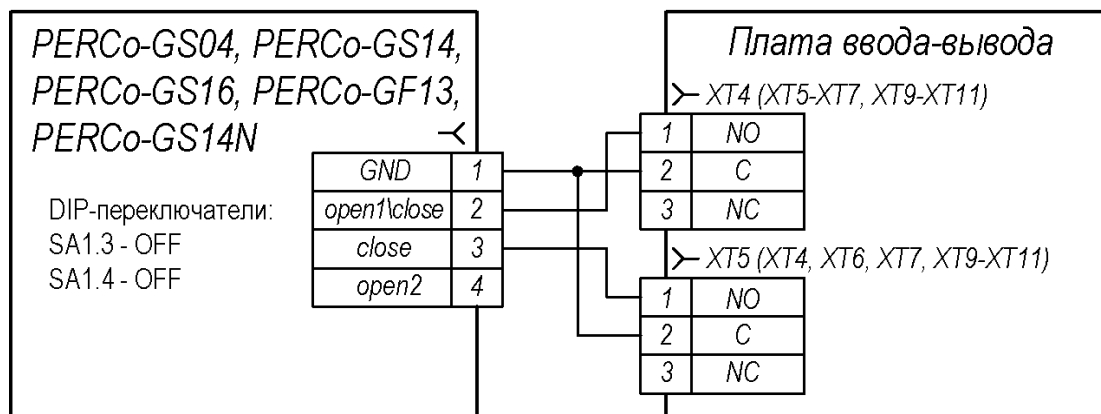

Рисунок 7. Схема подключения шлагбаума к стойке
Подключение шлагбаумов производится к плате ввода-вывода (27) согласно схеме, представленной на рис. 7, расположение клеммных колодок на плате см на рис. 3. При этом придерживайтесь следующих рекомендаций:
2. Схема подключения шлагбаумов представлена на рис. 7.